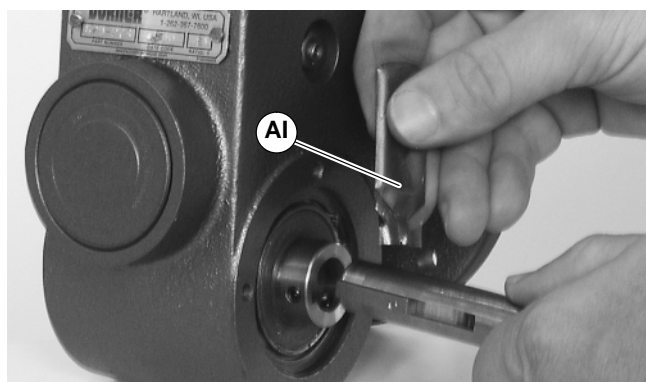

Abbildung 17
9. Schmierfett (AI siehe Abbildung 17) auf Welle auftragen.